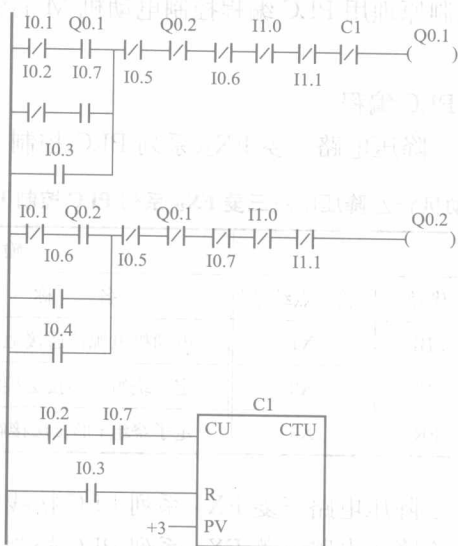

图 11 三相异步电动机手动、自动往复运动
(2) 三相异步电动机手动、自动往复运动西门子 S7-200 型 PLC 控制梯形图如图 11 所示。